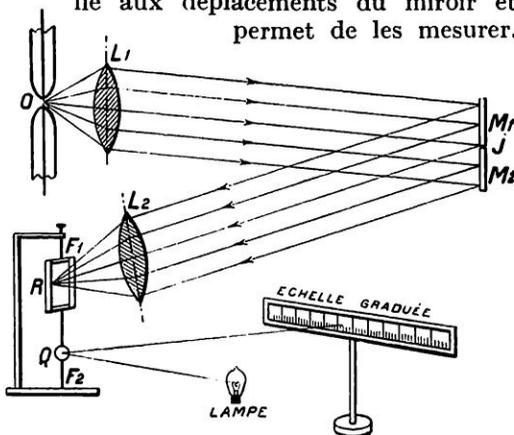

FIG. 1. — DISPOSITIF DU DOCTEUR NICHOLS POUR LA PRODUCTION D'ONDES ÉLECTRIQUES EXTRÊMEMENT COURTES ET LA MESURE DE LEUR LONGUEUR
*Principe des appareils.* — Dépouillé de tous accessoires et réduit à l'essentiel, voici le principe de l'appareil (fig. 1). *O* est l'émetteur ; il consiste en un oscillateur avec les réglages nécessaires et une lentille  $L_1$  condensatrice en paraffine. *J* est un réflecteur ou ondemètre fonctionnant sur le principe d'un interféromètre. *R* est le récepteur sur lequel les radiations sont renvoyées au moyen d'une deuxième lentille  $L_2$ . Ce récepteur, sur lequel nous reviendrons dans quelques instants, est suspendu par deux fils fins  $F_1$ ,  $F_2$ , autour desquels il peut pivoter.
Pour les petites longueurs d'ondes obtenues, les cylindres mesuraient environ un dixième de millimètre et étaient si petits qu'on pouvait à peine les distinguer à l'œil nu ; on conçoit l'énorme difficulté de construction de tels appareils. La radiation divergente de l'oscillateur émise au foyer d'une lentille de paraffine  $L_1$  est rendue parallèle par la dite lentille et, après réflexion sur l'ondemètre, est reçue au foyer d'une deuxième lentille  $L_2$  (fig. 1) ; au foyer de cette deuxième lentille se trouve l'appareil récepteur et enregistreur *R*.
*Ondemètre.* — L'ondemètre (fig. 1) est basé, pour la mesure des longueurs d'onde, sur les phénomènes bien connus d'interférence.
vant la position relative de  $M_1$  et  $M_2$ . Les trains d'onde peuvent alors donner un effet maximum ou s'annuler, c'est-à-dire faire dévier l'équipage mobile  $R$  (fig. 1) au maximum ou le laisser immobile. On a ainsi un moyen direct de mesurer la longueur d'onde de la radiation.